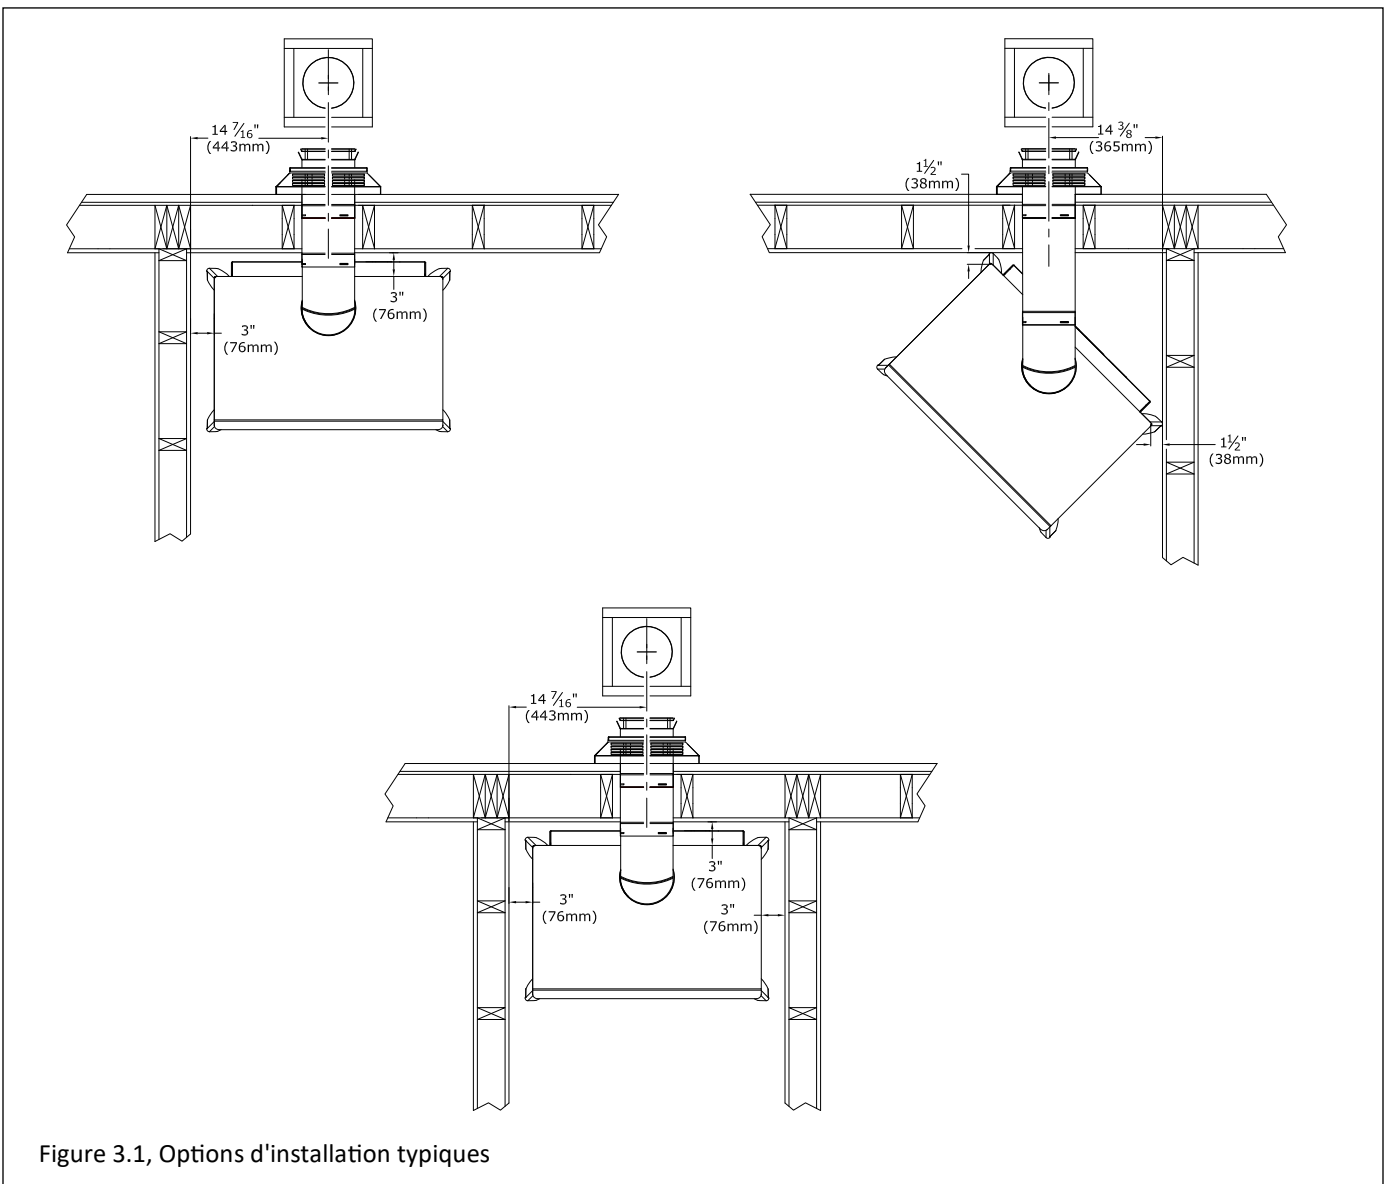

Figure 3.1, Options d'installation typiques
- Voir la figure 3.1 ci-dessous pour les dégagements minimaux pour les options d'installation typiques.